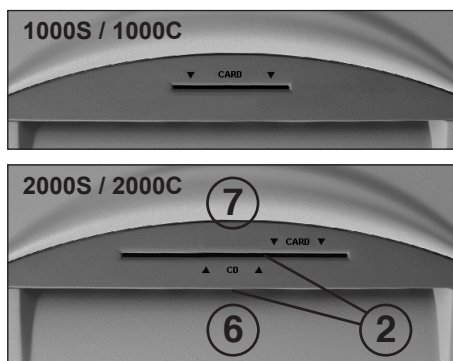

fig. 2
- 2 = Barrera fotoeléctrica (marcha hacia delante) (fig. 2)**
- Introducir el papel al mecanismo de corte por la boca de alimentación de papel (6) (fig. 2).
- Los soportes de datos (CD, DVD o tarjeta de crédito) se tienen que pasar uno por uno al mecanismo de corte por la boca de alimentación de CD/DVD(CARD) (7) (fig. 2) de disposición separada.